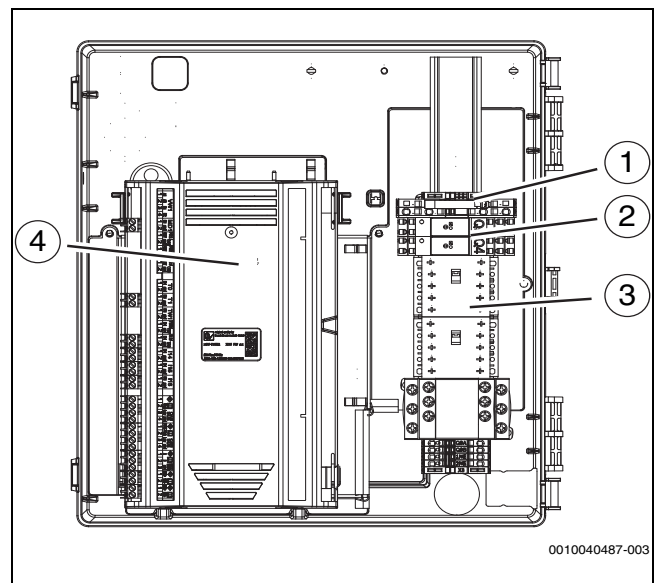

Bild 32 Anordnung der Komponenten im Klemmenkasten
- Anschlusskabel über die Kabelverschraubungen auf der Rückseite durch die Welleisenschläuche führen. Eine Verlängerungsschnur verwenden. Die richtige Reihenfolge der Schläuche ist Abbildung 32 zu entnehmen.
- Kabel mit Kabelbindern an den Befestigungspunkten befestigen (→Abbildung 32 [7] und [9]). Darauf achten, die Kabel nicht über Kreuz zu verlegen.